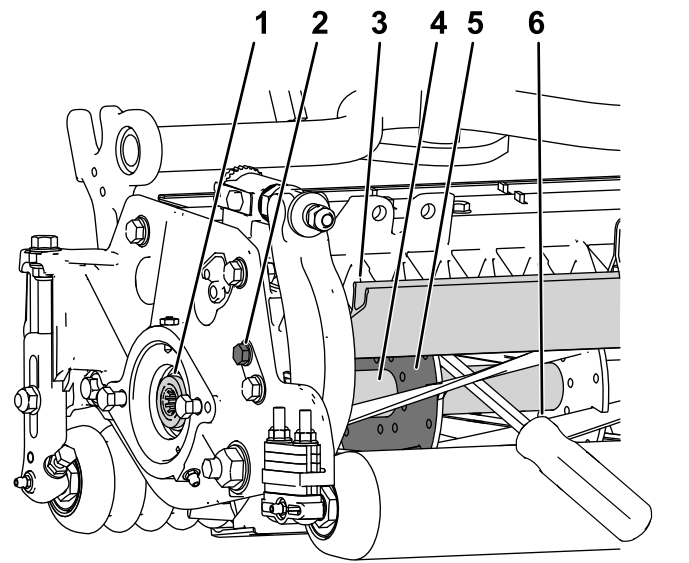

Figura 26
1. Afloje el perno del deflector a la izquierda de la unidad de corte y eleve el deflector trasero (Figura 26).
2. Inserte una palanca de mango largo (se recomienda de $\frac{3}{8}$ " x 12" con mango de destornillador) por la parte trasera del molinete de corte, lo más cerca del lateral de la unidad de corte que va a apretar (Figura 26).
3. Coloque la palanca contra la parte soldada de la placa de soporte del molinete (Figura 26).